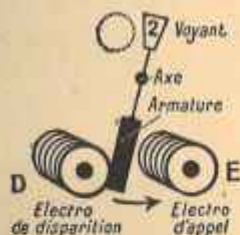

FIG. 154. — Principe du tableau annonceur.
désignation quelconque. Les figures 154, 155 et 156 font comprendre comment ce tableau fonctionne : la première montre que la tige est tantôt attirée par l'électro d'appel E (le numéro 2 apparaît alors dans le guichet en pointillé), tantôt attirée par l'électro de disparition D (1); la seconde indique que E est